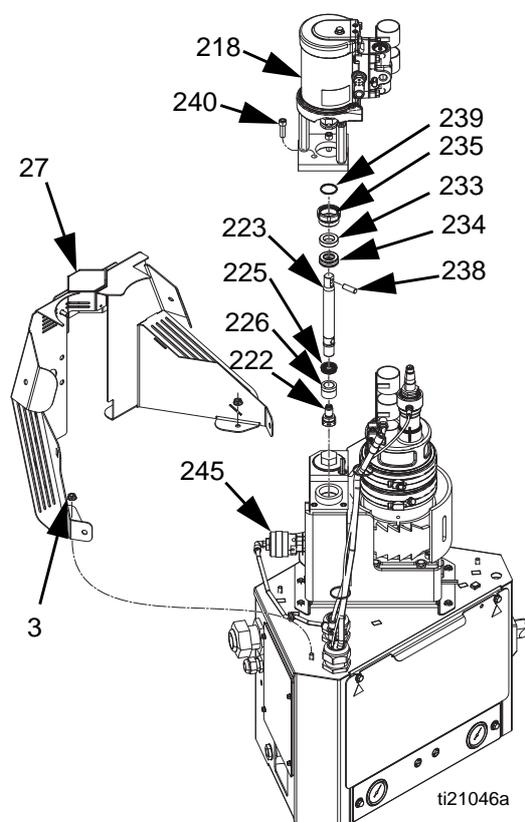
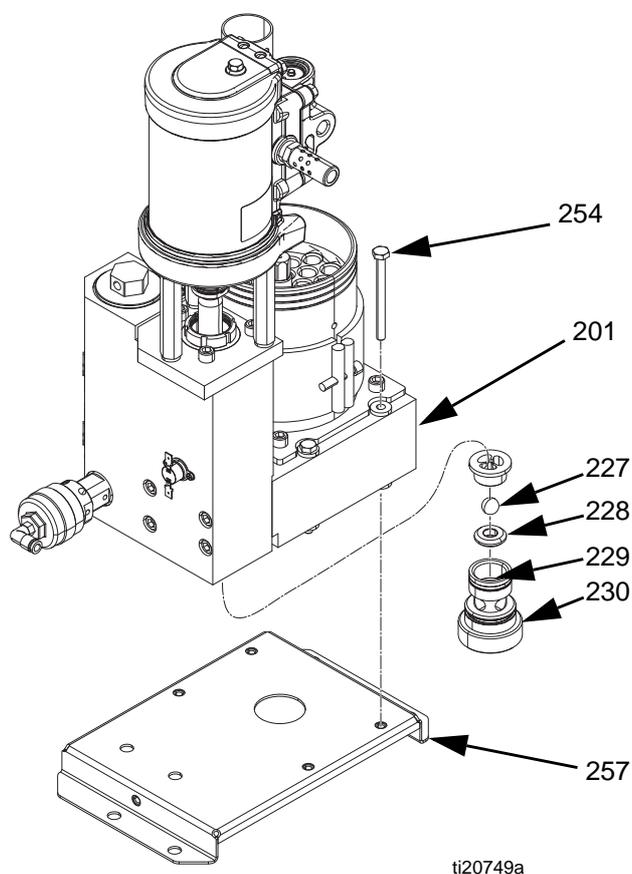

FIG. 27
FIG. 31
Démontage (voir la FIG. 27) :
Remontage (voir la FIG. 27) :
9. Installer l'ensemble du moteur pneumatique (voir FIG. 27) :
- a. Installer les trois vis (240).
- b. Lorsque la bague de retenue est mise autour de la tige de piston, installer la goupille (238).
- c. Installer la bague de retenue (239) sur la goupille.
10. Utiliser les écrous (3) pour installer le bouclier du compartiment de fusion (27).
12. Installer le bouclier en plastique (27).
Démontage (voir la FIG. 31) :
Remontage (voir la FIG. 31) :
4. Retirer la protection en plastique (27). Consulter FIG. 27 à la page 54.
5. Retirer les conduites d'air de la vanne de détente (245) et du moteur pneumatique (218). Consulter FIG. 27 à la page 54.
6. Retirer les écrous (3) fixant le bouclier du compartiment de fusion (27) à sa place, puis retirer ce dernier. Consulter FIG. 27 à la page 54.
7. Retirer l'ensemble de moteur pneumatique : Consulter FIG. 27, page 54 :
- a. Retirer l'anneau de retenue (239).
- b. Retirer la goupille du goujon (238).
- c. Déposer les trois vis (240).
8. Utiliser un tournevis à lame plate et un maillet en caoutchouc pour détacher l'écrou de retenue (235).
9. Utiliser une pince de verrouillage canal pour retirer l'anneau de retenue (235).
10. Introduire une clé hexagonale dans le trou en haut de la tige de piston (223) pour soulever et sortir cette dernière (223) du collecteur. Cela fera également sortir le joint en coupelle (234) et le joint à soufflet (233) du presse-étoupe.
12. Utiliser un rochet avec un carré de 12,7 mm (1/2 po.) sans douille pour retirer le clapet à pied (230) du bas du collecteur de sortie du compartiment de fusion (203).
13. Introduire l'outil pour cylindre (1301) dans le fond du collecteur de sortie du compartiment de fusion (203). Utiliser un maillet en caoutchouc pour retirer doucement le cylindre (216). Voir FIG. 31.
14. Retirer et jeter les joints du cylindre (217). Voir FIG. 31.
1. Appliquer de la graisse sur les joints (217), puis installer les joints de cylindre (217) neufs sur le cylindre (216). Voir FIG. 31.
3. Utiliser l'outil mâle d'installation du cylindre (1303) pour pousser le cylindre (216) dans le collecteur de sortie du compartiment de fusion (203). Si cela est nécessaire, utiliser le maillet en caoutchouc pour la mise en place. Voir FIG. 31.
4. Utiliser un rochet avec un carré de 12,7 mm (1/2 po.) sans douille pour installer et serrer le clapet à pied (230) dans le bas du collecteur de sortie du compartiment de fusion (203).